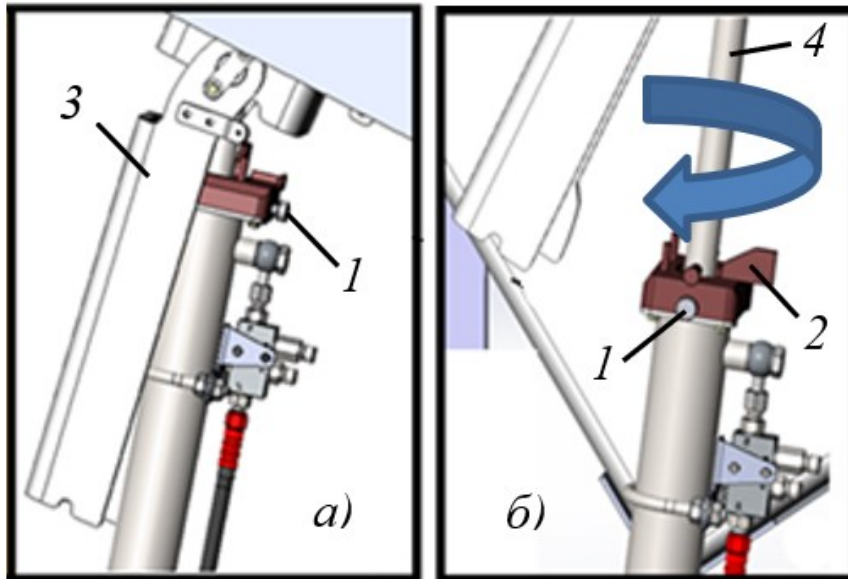

Рисунок 3.24. Механизм подъема кабины
- ▶ Качая съемный рычаг 1, рис. 3.23, вверх и вниз, поднять кабину (шток гидроцилиндра выдвинут на максимальное расстояние вверх 4, рис. 3.24).
- ▶ Ослабить винт фиксатор опоры блокиратора (стопор) 1, рис. 3.24а.
- ▶ Повернуть опору блокиратора 2, рис. 3.24б, по часовой стрелке на 90°, затянуть фиксатор опоры блокиратора 1, рис. 3.24б.